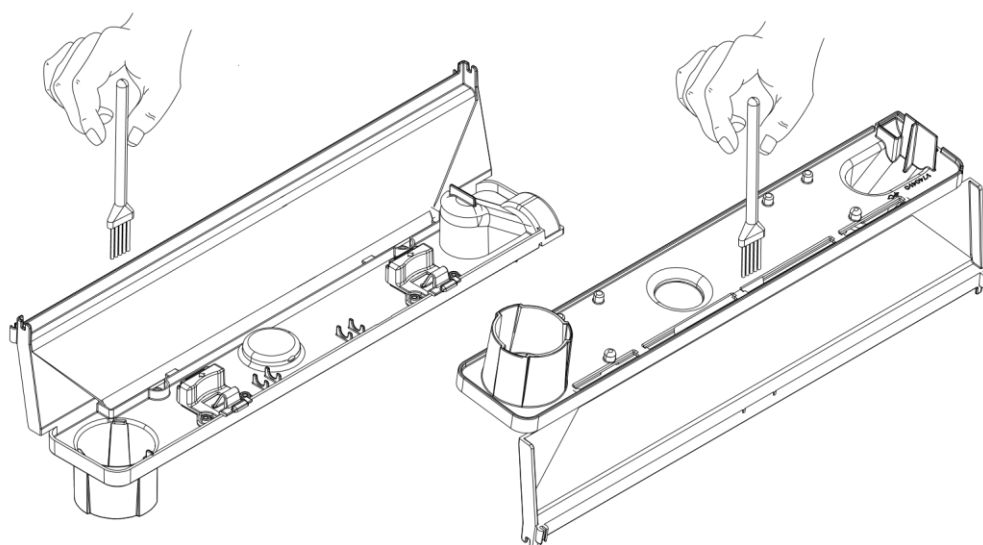

Fig. 9
2. Faites glisser doucement le filtre à air vers le haut hors de son support en plastique. (Voir Fig.9)